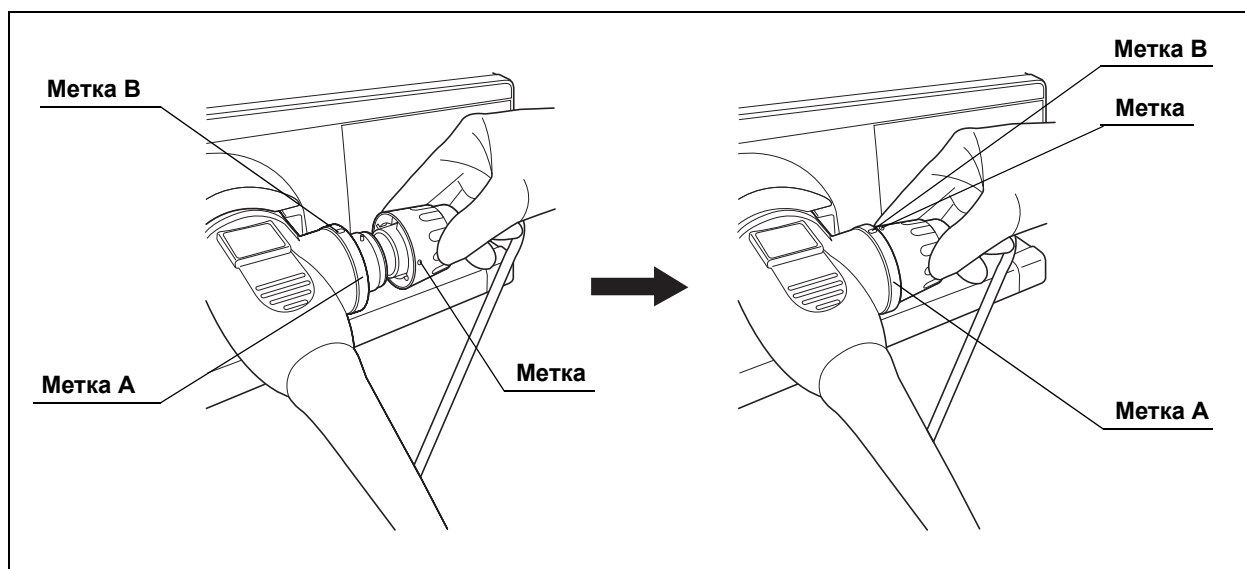

рисунок 3.24
- 2** Совместите метку на кабеле ультразвуковой системы (MAJ-2056) с меткой А на кабельном разъеме для подключения к ультразвуковой системе и вставьте кабель до упора. (См. рис. 3.24)
- 3** Поверните разъем для подключения эндоскопа на кабеле ультразвуковой системы (MAJ-2056) по часовой стрелке до упора. (См. рис. 3.24)